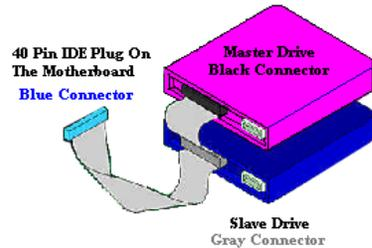

Bild 2-12. Verbindung eines ATA/66 Kabels mit dem Motherboard
■ Verbinden Sie den **SCHWARZEN** Anschluss mit dem passenden Stecker auf dem Master Festplatten Laufwerk. Verbinden Sie den **GRAUEN** Anschluss mit dem passenden Stecker auf dem Slave Laufwerk (Secondary Festplatten Laufwerk, CD ROM, oder Bandlaufwerk). Siehe hierzu Bild 2-12.